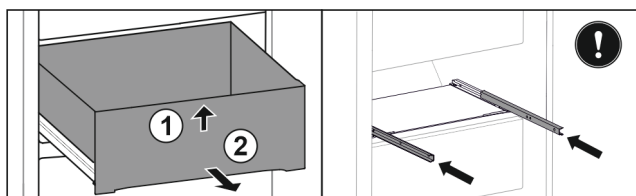

Fig. 141
- ▶ Nadzvedněte zásuvku vpředu. Fig. 141 (1)
- ▶ Vyjměte zásuvku dopředu. Fig. 141 (2)